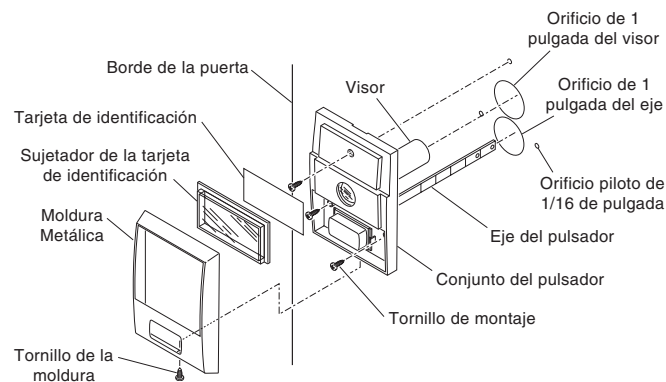

Figura 1 - Acople del conjunto pulsador a la puerta
2. Usando la plantilla provista, marque la ubicacion de los orificios de montaje paralelos al borde de la puerta (vea la Figura 1). Nota: Es importante que los orificios estan paralelos al borde de la puerta para que la campana funcione correctamente.
Vea en la Figura 1 el ensamble del pulsador. Nota: Si al pulsador se lo ubica en un area expuesta a la lluvia, antes de acoplar el pulsador a la Puerta, calafatee alrededor de los orificios de 1 pulgada.
1. Retire del conjunto pulsador el tornillo de la moldura, la moldura metálica, el sujetador de la tarjeta de identificación y la tarjeta para ubicar los orificios de montaje (Vea la Figura 1).
2. Inserte el visor y el eje del pulsador en los orificios taladrados hasta que el conjunto pulsador tope con la cara de la puerta. Acople usando los tres tornillos de montaje provistos (Vea la Figura 1).
4. Coloque la moldura metálica sobre el conjunto pulsador y sobre el sujetador de la tarjeta de identificación. Asegure la moldura con el tornillo (Vea la Figura 1).